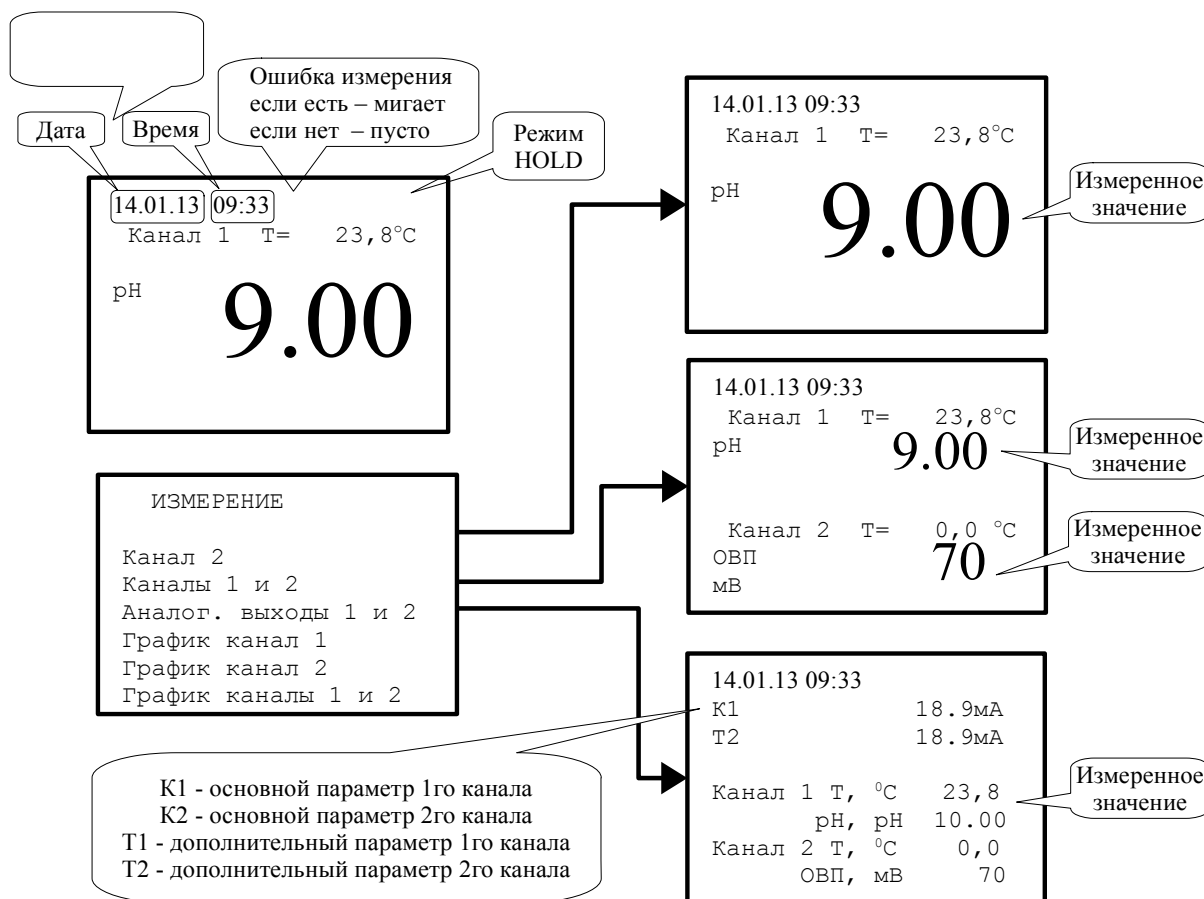

Рисунок 5 - Варианты отображения измеренных параметров в цифровом виде
3.3.1.7 В этом меню можно выбрать параметры и способ их отображения на дисплее в режиме измерения (смотри **Рисунок 5**).
3.3.1.9 **Аналог. выходы 1 и 2** - отображение аналоговых выходных сигналов в виде шкалы, а результатов измерения в цифровом виде (смотри **Рисунок 5**).